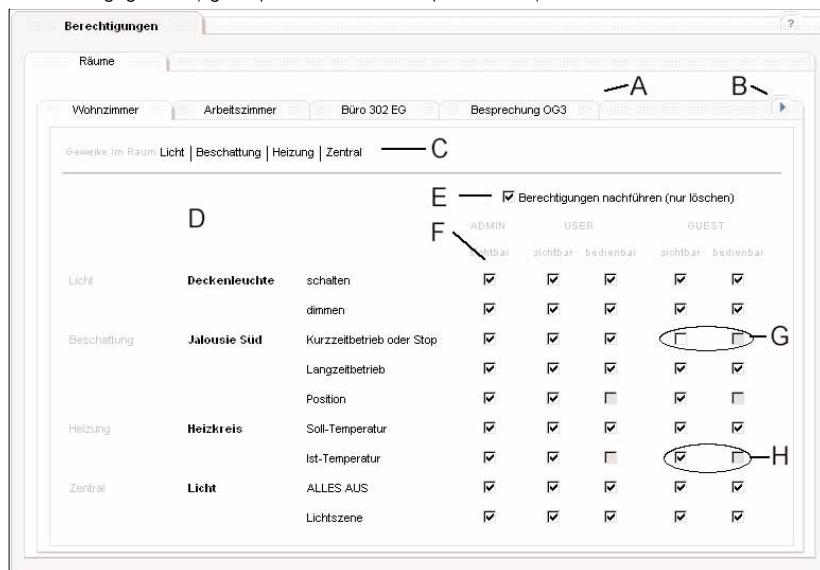

Bild 36: Ansicht 'Berechtigungen'
Neben den Navigationselementen zum Wechseln der angezeigten Räume und Raum-Gruppen (Bild 36 A + B) ist der Sprungbereichs zu den projektierten Gewerken im angezeigten Raum innerhalb der Ansicht (C) vorhanden.